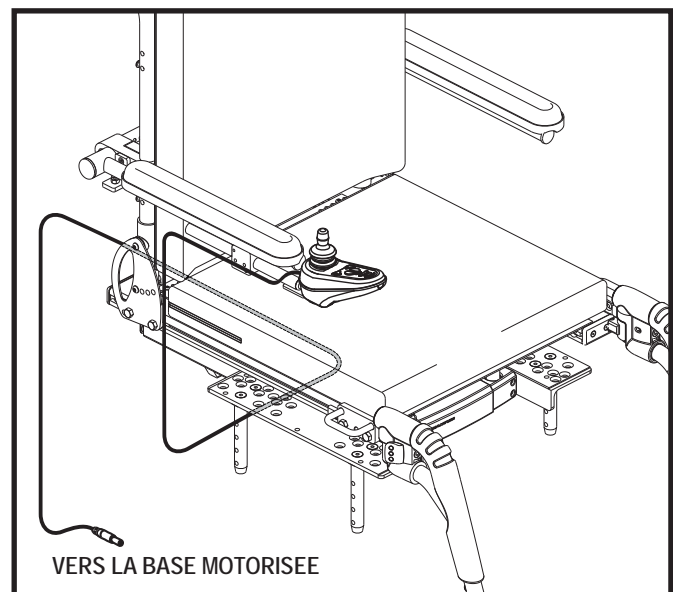

Figure 8. Câble sécurisé sur un siège TRU-Balance inclinable à moteur
4. Installez le contrôleur et passez le câble vers l'arrière de la base motorisée. **Voir la figure 8 et 9.**